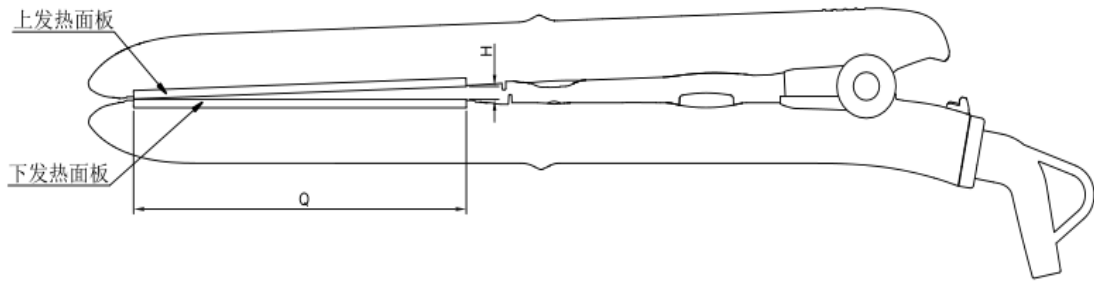

图1 合拢后端开口示意图
- 在最高档恒温下，直发器上/下夹发热面板自然合拢，应平直贴合、前端贴合。当加热面板(Q)≤100mm直发器，后端开口(H)应≤2mm；当加热面板(Q) > 100mm直发器，后端开口(H)应≤5mm，如图1所示。